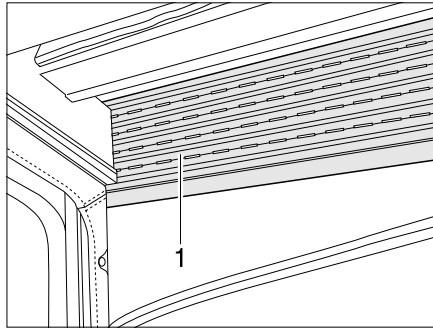
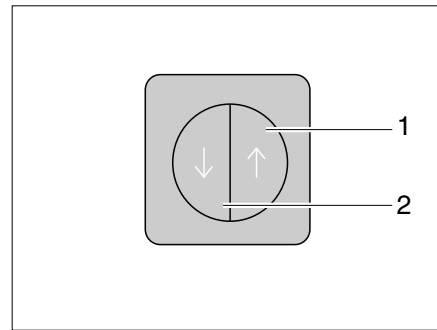

Bild 57 Verdunklungsrollo, Frontscheibe
Bild 58 Schalter für Verdunklungsrollo, Frontscheibe
- Linken Taster (Bild 58,2) drücken. Das Verdunklungsrollo (Bild 57,1) fährt nach unten.
- Rechten Taster (Bild 58,1) drücken. Das Verdunklungsrollo (Bild 57,1) fährt nach oben.